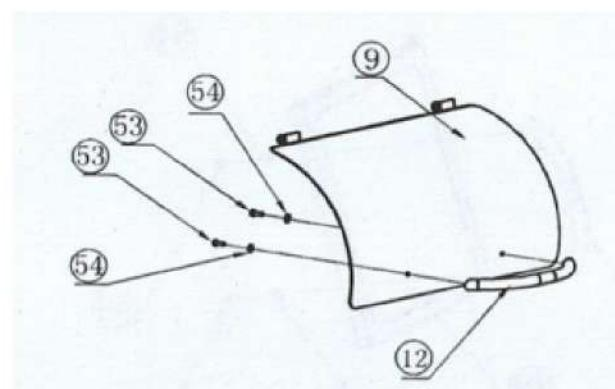

Рисунок 7
Просуньте $\frac{1}{4}$ -20*1/2 (М6х20) болты с шестигранной головкой (53) сквозь шайбы 18x6,5x2 (54) и отверстия крышки (9) и вкрутите их в ручку согласно рис. 7. Затяните ключом. Не перетягивайте болты.